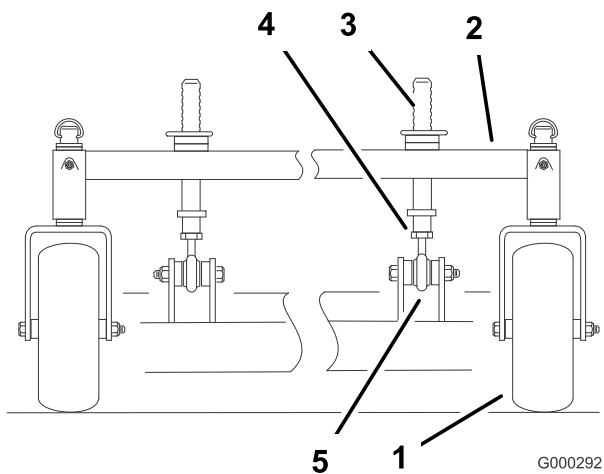

Bild 57
1. Durch Einstellen der vorderen Schnitthöhen Säulen lässt sich die Längsneigung einstellen (Bild 57).
- Lockern Sie zum Anheben der Vorderseite des Mähwerks die Klemmmutter und drehen Sie den vorderen Stift nach rechts (Bild 57).
- Lockern Sie zum Absenken der Vorderseite des Mähwerks die Klemmmutter und drehen den vorderen Stift nach links (Bild 57).
- Ziehen Sie dann die Klemmmuttern fest (Bild 57).